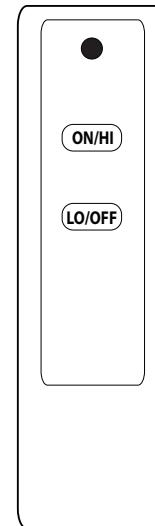

Fig. 28-1 Détail télécommande
- Localiser la télécommande et appuyez sur le bouton **ON/HI** (voir Fig. 28-1). La séquence d'allumage commence.